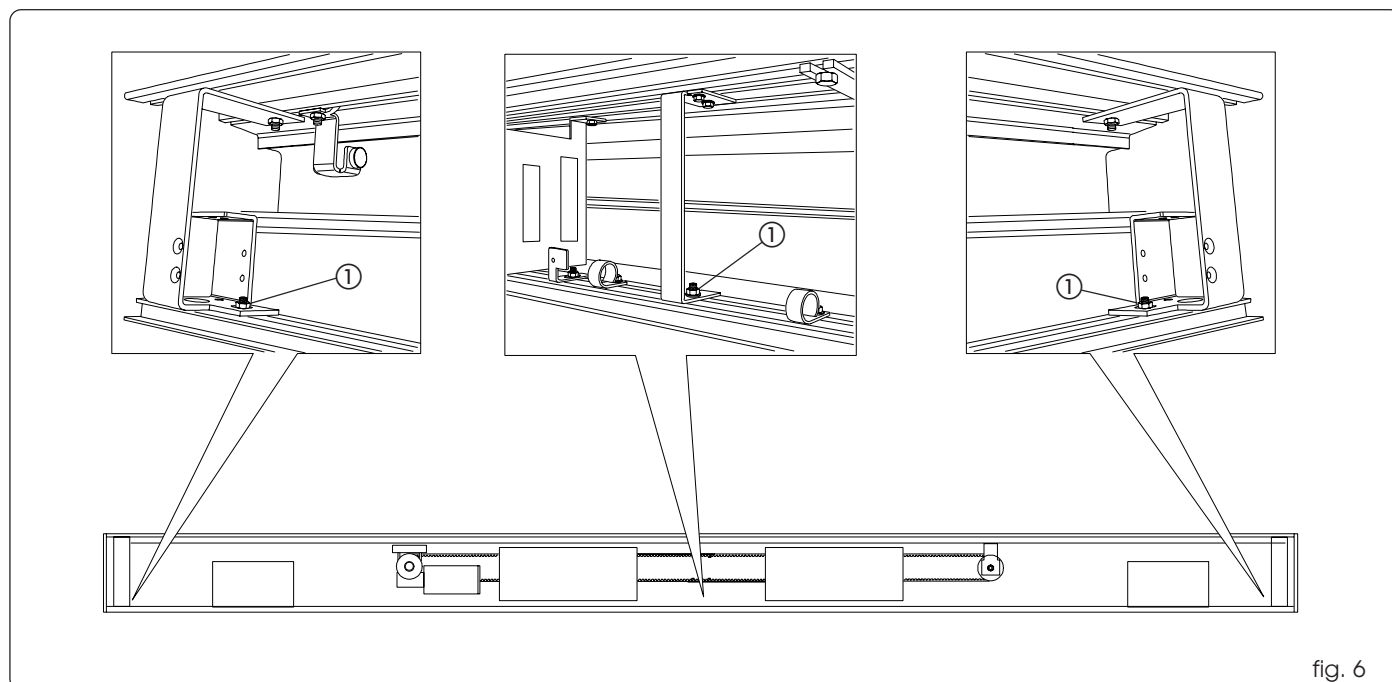

fig. 6
Demonteer het onderste kapprofiel door de blokkeerschroeven op de steunbeugels los te draaien, zoals op fig. 6 ref. ①.